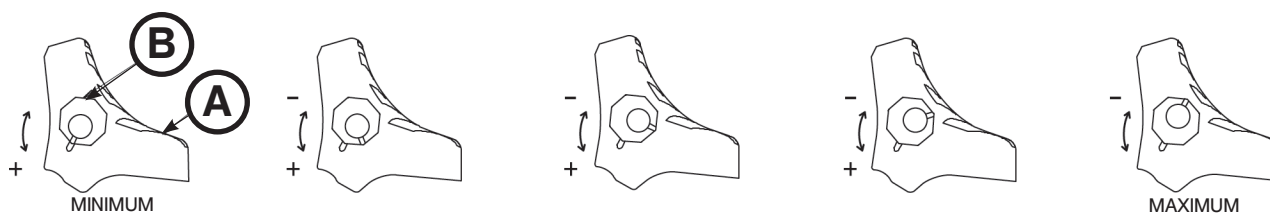

Figure 50 : Réglage de la force de blocage des roues
1. À l'aide de la clé hexagonale de 5/32 et la de clé mixte ou douille à six pans creux de 7/16, retirer la vis à six pans creux du centre de la pédale de blocage. Le blocage de roue est assemblé en usine avec la pédale réglée à la force de blocage minimum. Le repère de la pédale (A) est aligné sur le repère du manchon octogonal (B) (Figure 50).
2. Retirer le manchon (B). Tourner le manchon dans le sens antihoraire pour augmenter la force de blocage de la pédale ou dans le sens horaire pour la diminuer. Insérer le manchon dans la pédale (Figure 50).